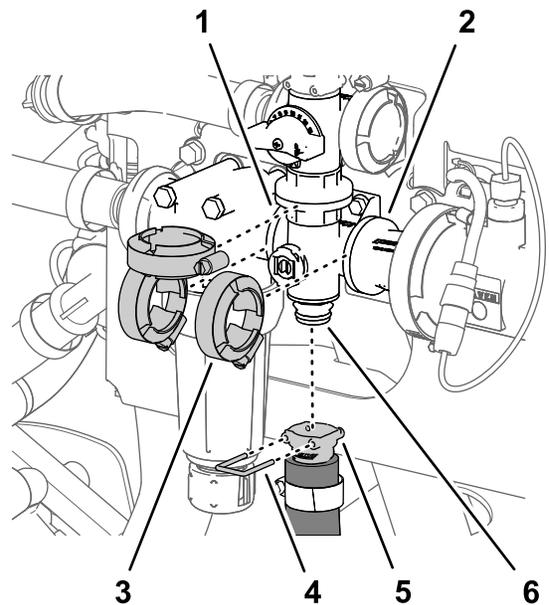
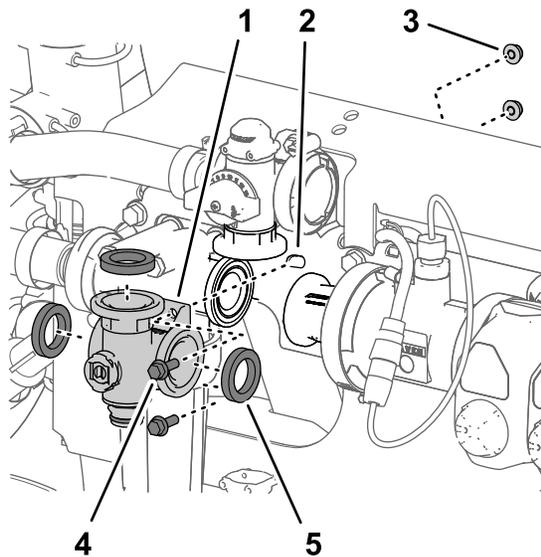

Figura 126
Figura 125
1. Alinee la brida del distribuidor de la válvula de agitación y las 3 juntas con las bridas de la válvula de desvío de agitación, la cabeza del filtro de presión, y el adaptador de acoplamiento (Figura 125 y Figura 126).
2. Sujete provisionalmente el colector de la válvula de agitación a la válvula de desvío de agitación, la cabeza del filtro de presión, y el adaptador de acoplamiento (Figura 126) con las 3 bridas de fijación que retiró en Retirada del distribuidor de agitación \(página 87\).
5. Apriete las 3 bridas de fijación a mano (Figura 126).
6. Monte el acoplamiento rápido de la manguera de agitación en el acoplamiento rápido del distribuidor de la válvula de agitación con la grapa (Figura 126).